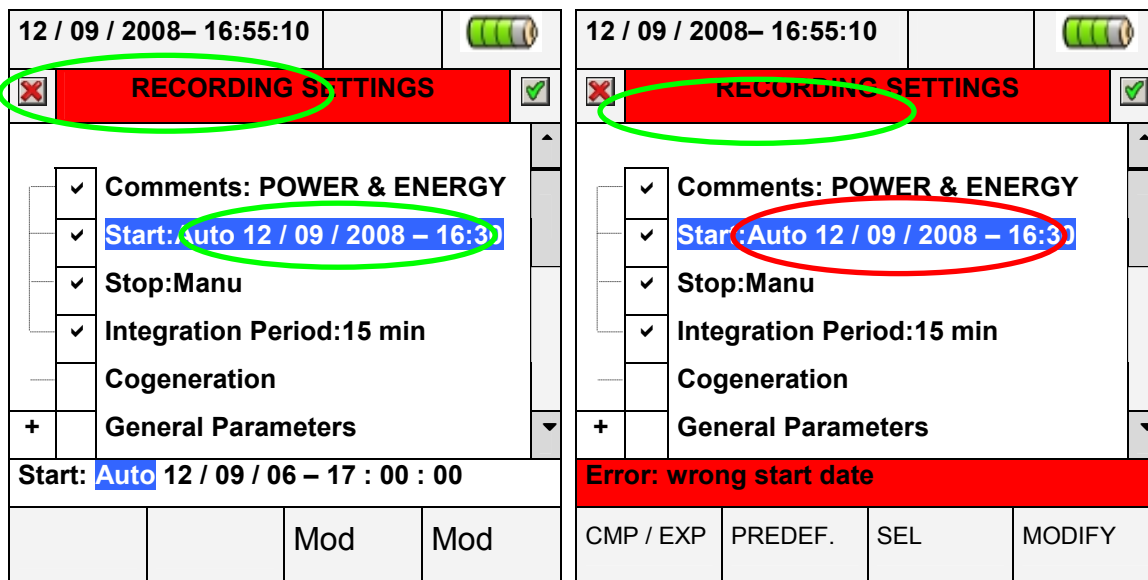

Abb. 116: Korrektes Datum / Uhrzeit **Abb. 117: Falsches Datum / Uhrzeit**
3. Benutzen Sie zum Bewegen in den Datums- und Uhrzeit-Feldern die Pfeiltasten links und rechts. Benutzen Sie die Pfeiltaste aufwärts oder drücken Sie die Taste **F3 (MOD(+))**, um den Wert zu erhöhen, und die Pfeiltaste abwärts oder drücken Sie die Taste **F4 (MOD(-))**, um den Wert zu senken. Geben Sie ein korrektes Datum / Uhrzeit ein, wie in **Abb. 116** gezeigt.